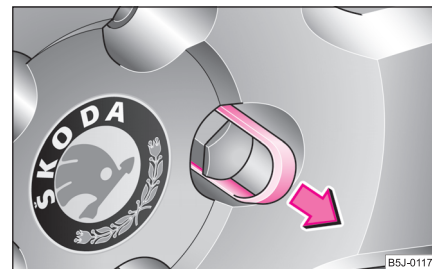

Fig. 161 Înlocuirea roții: Scoaterea capacului prezoanelor de roată
- Trageți capacul cu **brida din material plastic** ⇒ fig. 161.